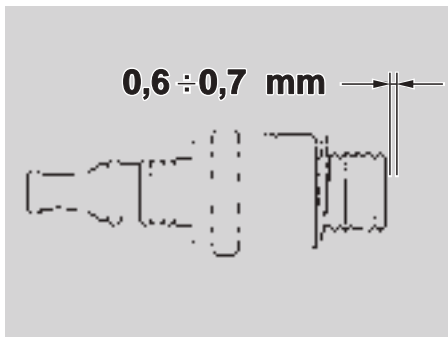

Fig. 50
## CANDELA (Fig. 50)
- ◆ Controllare la distanza tra gli elettrodi (Fig. 50) con un calibro per spessori. Questa deve essere di  $0,6 \div 0,7$  mm, eventualmente regolarla, piegando con cautela l'elettrodo di massa.